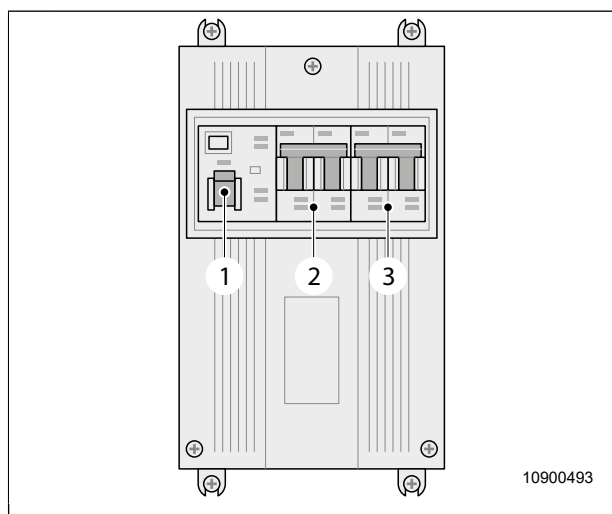

Fig. 53 Automatsäkring
Vid extern 230 V-strömförsörjning är fordonet avsäkrat via säkringarna (Fig. 53, pos. 2) och jordfelsbrytaren (Fig. 53, pos. 1) i automatsäkringen.
Luftkonditioneringen (specialtillbehör) är säkrad via automatsäkringen (Fig. 53, pos. 3).